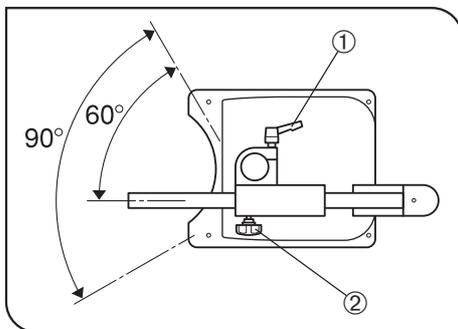

Abb. 17
2. Zum Drehen des horizontalen Arms um die Säule den vertikalen Feststellhebel ① lösen. Diese Drehung wird durch den Anschlag des Sicherungsringes auf 90° begrenzt. Der Drehbereich kann auf den vordefinierten 90°-Bereich eingestellt werden, wodurch das System am stabilsten wird. Dazu die Feststellschraube ② des Sicherungsringes so ausrichten, dass sie zur Vorderseite der Säule weist. (Abb. 17)